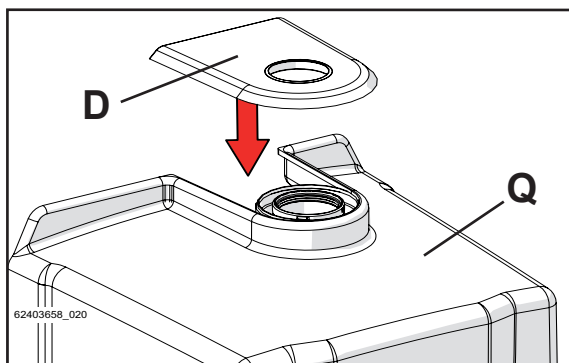

Figure 5-76
- 8.- Insérer la garniture anti-pluie « D » sur la couverture « Q » comme sur la Figure 5-76.